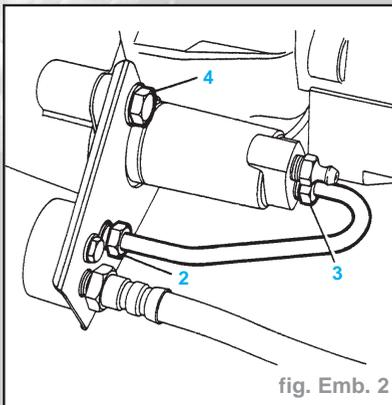

fig. Emb. 2
- Desserrer l'écrou du raccord de tuyauterie (2) d'alimentation en liquide sur la valve d'amortisseur de liquide (Fig. Emb. 2).